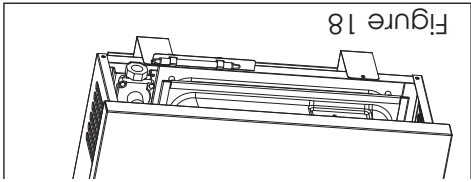

Figure 18
4. Le système d'alimentation doit inclure une valve de fermeture manuelle et de raccordement afin que le radiateur puisse être déconnecté à des fins d'entretien. (Voir la figure 18).